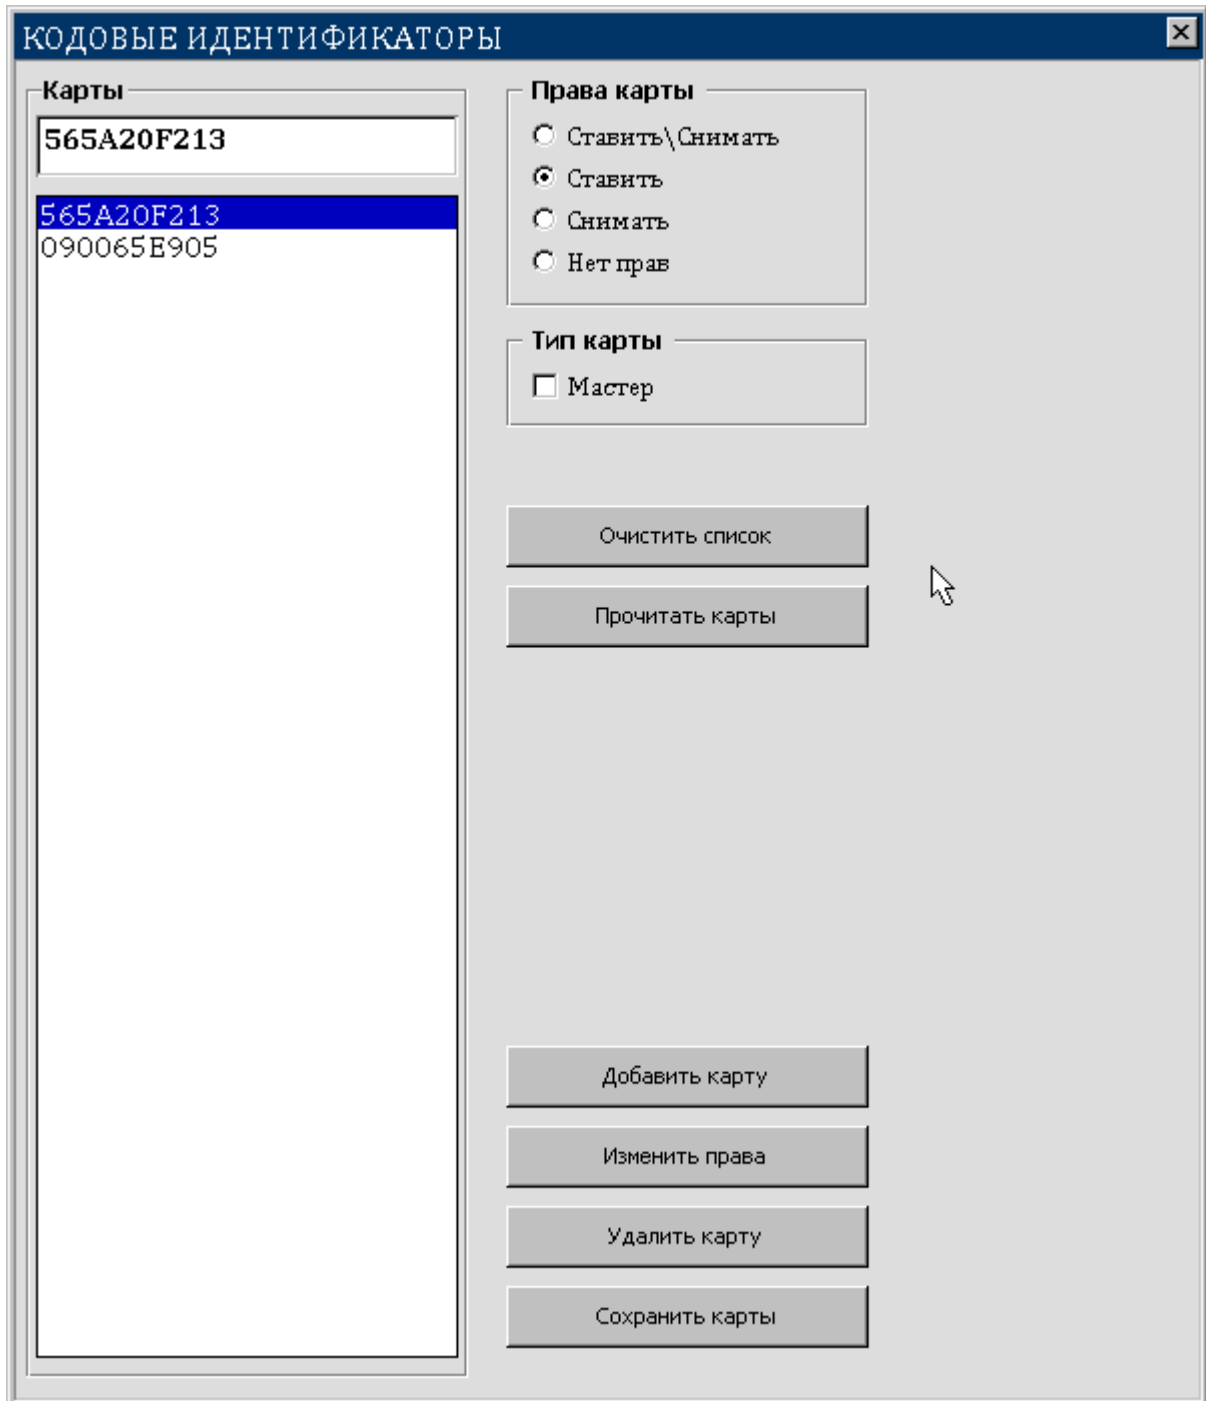

Рисунок 3.33. Окно "Кодовые идентификаторы".
3.9.2 Для формирования списка КИ необходимо в меню "Справочники" выбрать пункт "Кодовые идентификаторы". На экране появится окно с одноименным заголовком (рис. 3.33). В левом столбце окна перечислены ранее введенные уникальные кодовые идентификаторы. При выборе КИ из списка в правой части окна отображаются допустимые действия: